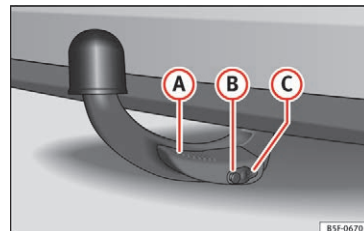

Fig. 232 Korrekt fastgjort aftageligt kuglehoved
- Armen **(A)** » Fig. 232 er helt løftet.
- Oplåsningstiften **(B)** » Fig. 232 rager helt frem (den rød-grønne del er synlig).
- Afdækningen **(C)** » Fig. 232 sidder på låsen.